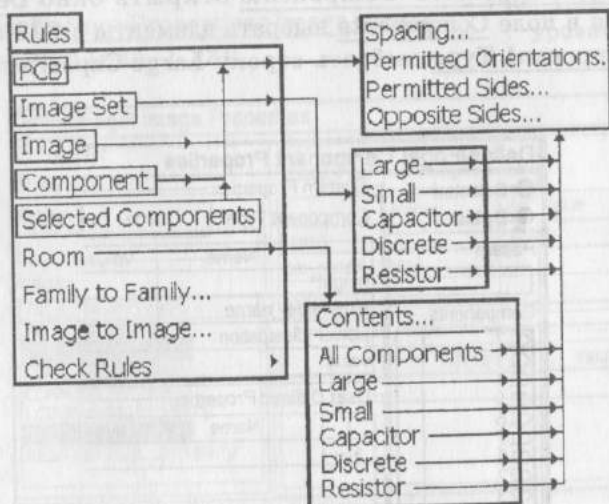

Рис. 1.19. Режимы команды Rules
**Правила проектирования (ППР)** — это совокупность заданных конструктивно-технологических параметров проекта. ППР устанавливаются до начала размещения вызовом пункта Rules из главного меню программы (рис. 1.19).